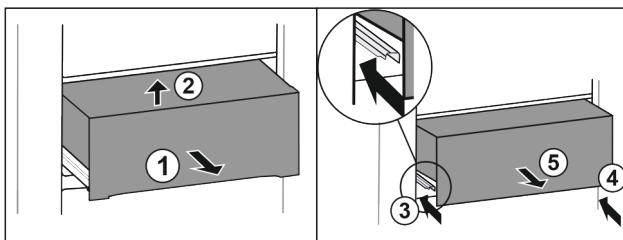

Fig. 42
- ▶ Estrarre il cassetto a metà. Fig. 42 (1)
- ▶ Sollevare il cassetto dal davanti. Fig. 42 (2)
- ▶ Inserire la guida sinistra. Fig. 42 (3)
- ▶ Inserire la guida destra. Fig. 42 (4)
- ▶ Rimuovere il cassetto tirandolo in avanti. Fig. 42 (5)